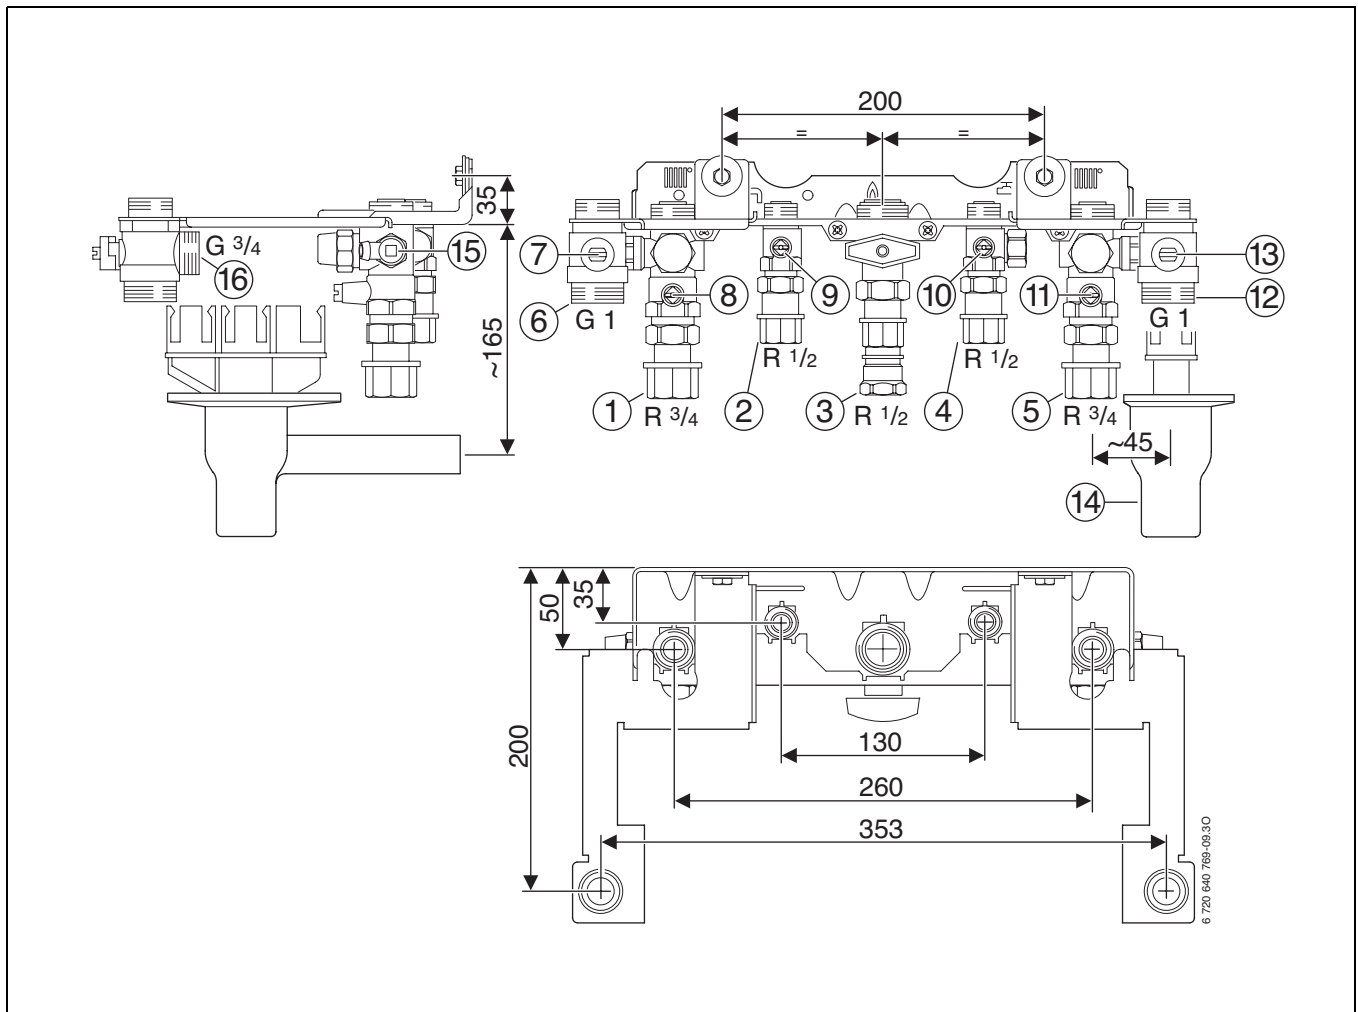

Bild 9 Beispiel: Montageanschlussplatte Nr. 1469
- Das Ausdehnungsgefäß direkt am Pufferspeichervorlauf anschließen (→ Bild 9, [16], Seite 16).